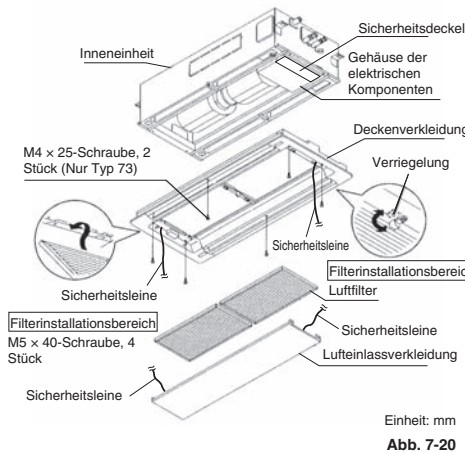

Abb. 7-20
- (2) Die Lufteinlassverkleidung und den Luftfilter von der Deckenverkleidung abnehmen, wie in Abb. 7-20 und 7-21 gezeigt.
- (6) Den Luftfilter und das Lufteinlassgitter durch Umkehren der Schritte von Abb. 7-20 und 7-21 wieder montieren.